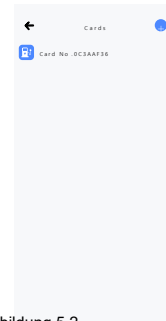

Abbildung 5.2
- a) Klicken Sie auf „“ in der oberen rechten Ecke der Geräte-Homepage und dann auf „Gerätebindungskarte“, um die Kartenseite aufzurufen, wie in Abbildung 5.2 gezeigt.
- b) Klicken Sie auf die Schaltfläche „+“, um die Seite mit der Anleitung zur Kartenbindung aufzurufen, und fügen Sie die Karte gemäß dem angezeigten Text hinzu, wie in Abbildung 5.2 gezeigt. Nach erfolgreichem Hinzufügen kehrt die App zur Kartenlistenseite zurück. Wenn sich keine Karte im Bereich befindet, meldet die App, dass die Karte nicht erkannt wird und die Bindung fehlschlägt.